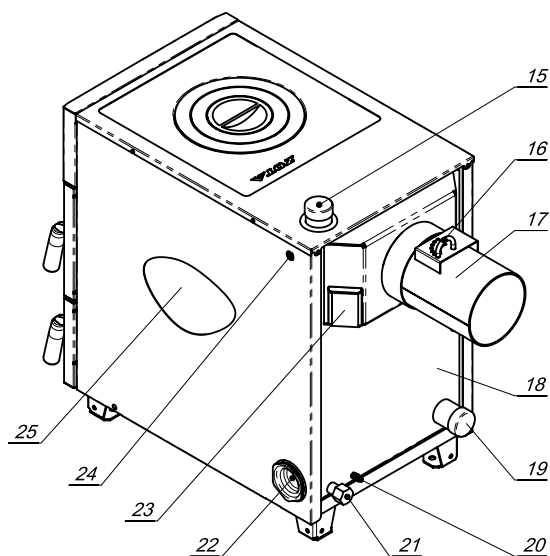

Рис.1 Конструкция отопительного аппарата
4.6.4. Эксплуатировать аппарат при неполном заполнении системы отопления водой и с открытыми дверцами (поз.13,16) (см. рис.1).
5.1. Аппарат (рис.1) состоит из корпуса (поз. 18), топки (поз. 3), газохода (поз. 1), дымохода (поз. 17), чугунной плиты (поз. 8).